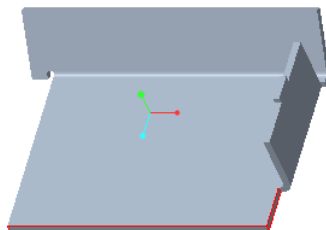

图 1-115 完成无折弯的连接平整壁
(5) 单击“平整”选项卡中的（完成）按钮，完成该连接平整壁的钣金件效果如图 1-115 所示。